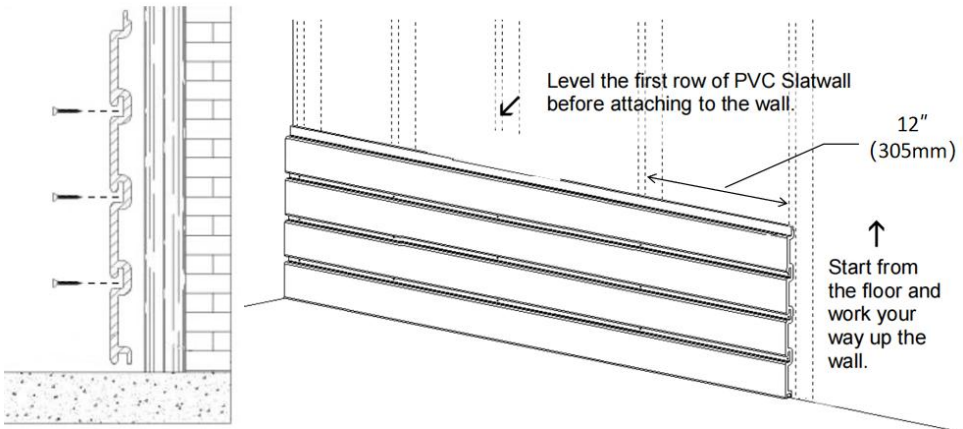

Figura 2 Figura 3
8. Si consiglia di installare le strisce di legno sulla parete a intervalli di 12" (305 mm). Quindi installare le viti nelle fessure dei pannelli della parete, come mostrato nella Figura 2 e nella Figura 3. Assicurarsi di livellare lo Slatwall prima di avvitarlo nei montanti di legno.
10. Se recomienda instalar las tiras de madera en la pared a intervalos de 12" (305 mm). Luego, instale los tornillos en las ranuras de los paneles de la pared, como se muestra en la Figura 2 y la Figura 3. Asegúrese de nivelar el panel de listones antes de atornillarlos en los montantes de madera.